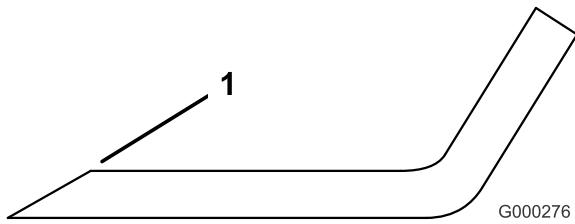

図 77
1. ブレードは、左右の刃先をやすりで磨く(図 77)。刃先の角度を変えないように注意すること。左右を同じだけ削るようにすればバランスが狂わない。